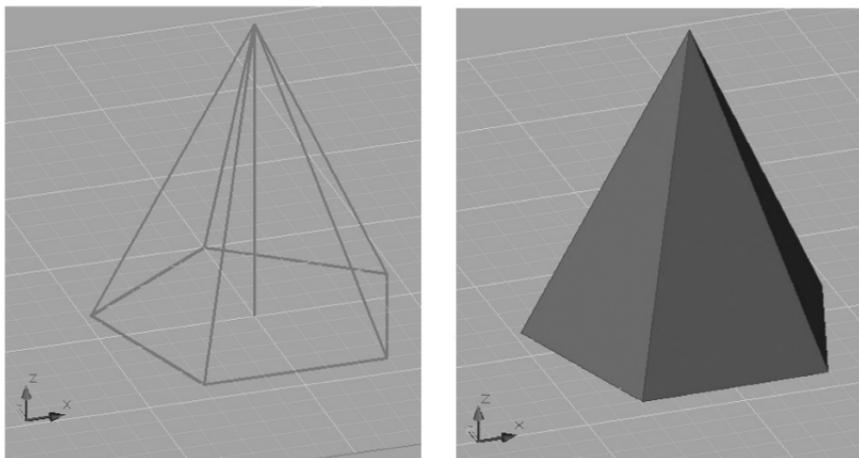

Рис. 7.5. Каркасная и поверхностная модели пирамиды
3. Результат построенный в виде каркасной модели пирамиды представлен на рис. 7.5, слева, в режиме отображения **Realistic** (Реалистичный). Трехмерная модель представляет собой совокупность ребер пирамиды. Для построения граней пирамиды воспользуемся командой **3D Face** (Трехмерная грань):
4. Результат построений в виде поверхностной модели пирамиды представлен на рис. 7.5, справа, в режиме отображения Realistic (Реалистичный).